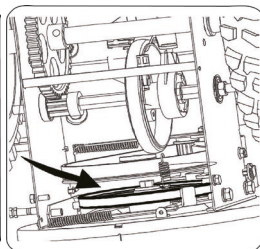

Рис.5
5. Ослабьте две гайки на конце троса, как показано на рис.6 А. Закрепите деталь из рис.6 А с рис.5 А, рис.6 В с рис.5 В. Затем закрутите две гайки на кабеле, чтобы закрепить его в панели.
6. Снимите ремень со шкива шнека и пропустите ремень между опорным кронштейном и шкивом шнека (Рис. 5). Соберите ремень шнека, следуя инструкциям в обратном порядке